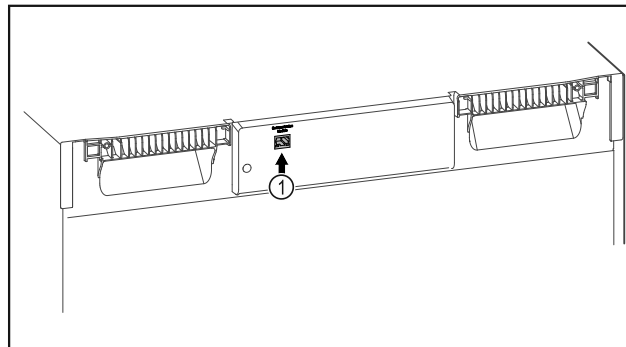

Fig. 119
- SmartModule Fig. 119 (1) è inserito.